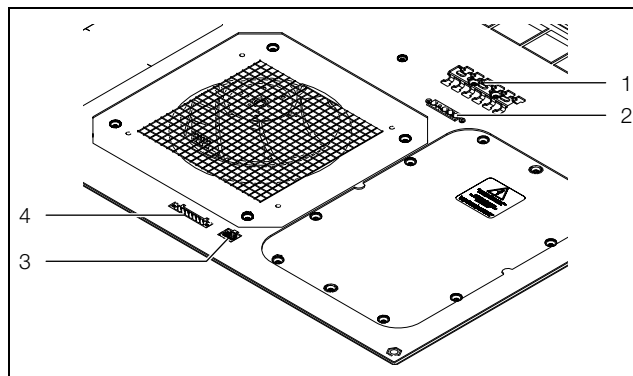

Fig. 7: Conexões no lado de baixo do condicionador de ar para montagem no teto
- O contato da blindagem do cabo pode ser feito na guia para cabos (fig. 7, item 1).